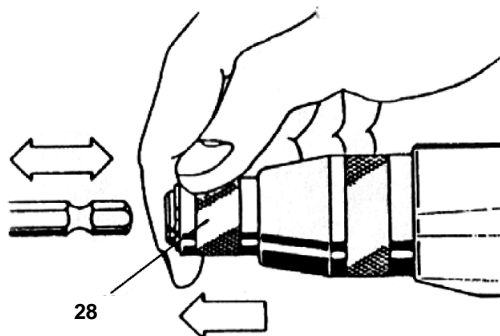

Abb. 15 Werkzeugwechsel GAF / PARL
Die Hülse (27) gegen Federkraft nach vorne ziehen, Werkzeug einstecken bzw. herausziehen und Hülse wieder in Ausgangsposition bringen (siehe Abb. 15).